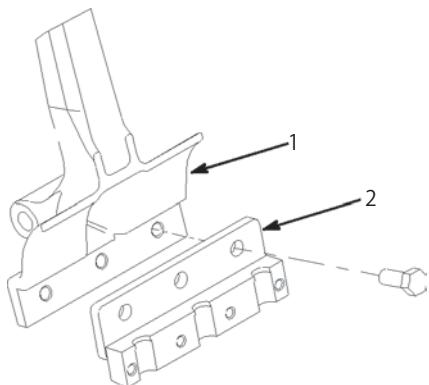

図23
2. 各タイン・アームにタイン・ホルダーを取り付ける (図23; 1/2 x 1-1/4" キャップスクリュ 3 本を使用)。各キャップスクリュを 10.4 kg.m にトルク締める (キャップスクリュはホルダー・キットの付属品)。